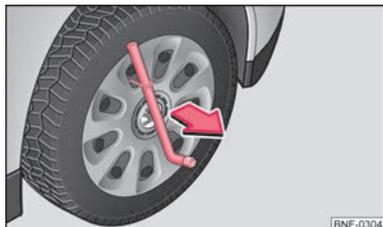

Fig. 102 Smontaggio del copriruota
- Introdurre la chiave per ruote (o un attrezzo simile) attraverso la staffa ed estrarre il copriruota in direzione della freccia ⇒ fig. 102.